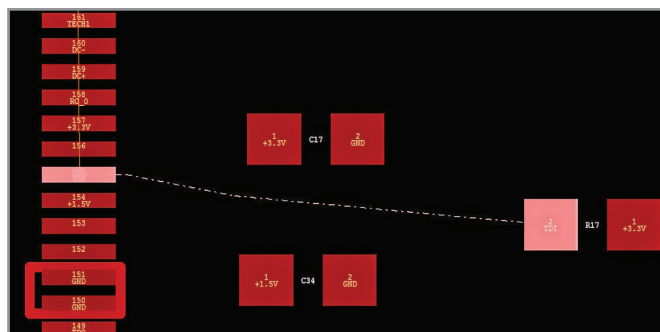

Рис. 9. Автоматический поиск и индикация пути проводника в текущем слое
Если необходимо проложить проводник не к тому контакту, который был выбран автоматически, а к другому, то подводится курсор ближе к нужному контакту (см. рис. 9) и нажимается горячая клавиша смены цели (Q).